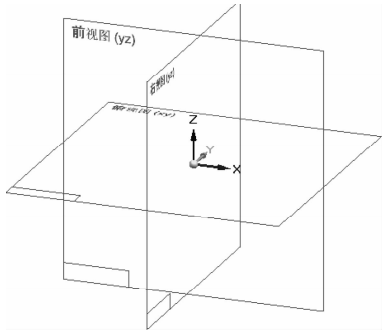

图 8-31 基准平面与基准轴
(1) 启动中文版 SolidEdge ST10，在左侧单击【新建】按钮，在右侧弹出的【新建】列表中选择【GB 公制装配】选项。
(2) 系统自动进入装配环境，这时可以单击左侧的  坐标系 和  参考平面 复选框，可以选择打开或者关闭基准平面和基准轴，如图 8-31 所示。